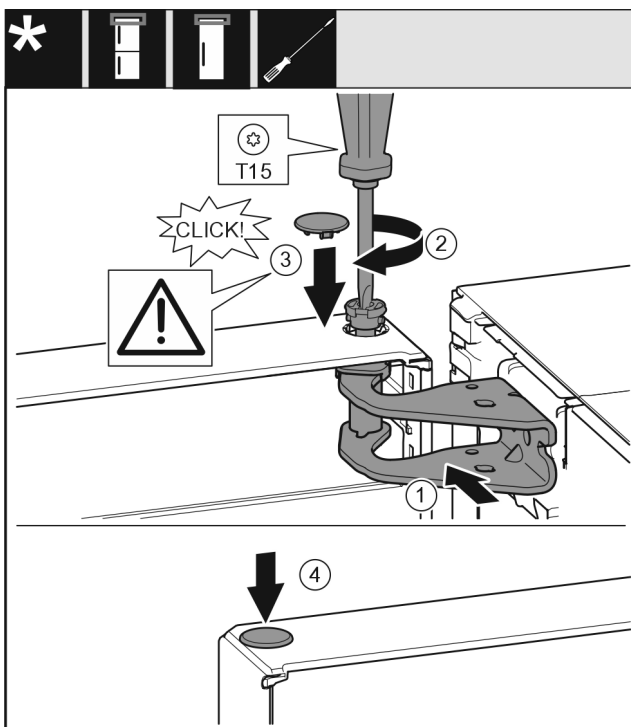

Fig. 18
- ▶ Justér døren foroven i forhold til åbningen i hængselbukken. Fig. 18 (1)
- ▶ Sæt bolten i, og skru den fast med skruetrækker T15. Fig. 18 (2)
- ▶ Montér sikringsafdækningen for at beskytte døren: Anbring sikringsafdækningen, og kontrollér, om det hviler på døren. Hvis dette ikke er tilfældet, skal boltens sættes helt i. Fig. 18 (3)
- ▶ Sæt propperne i. Fig. 18 (4)